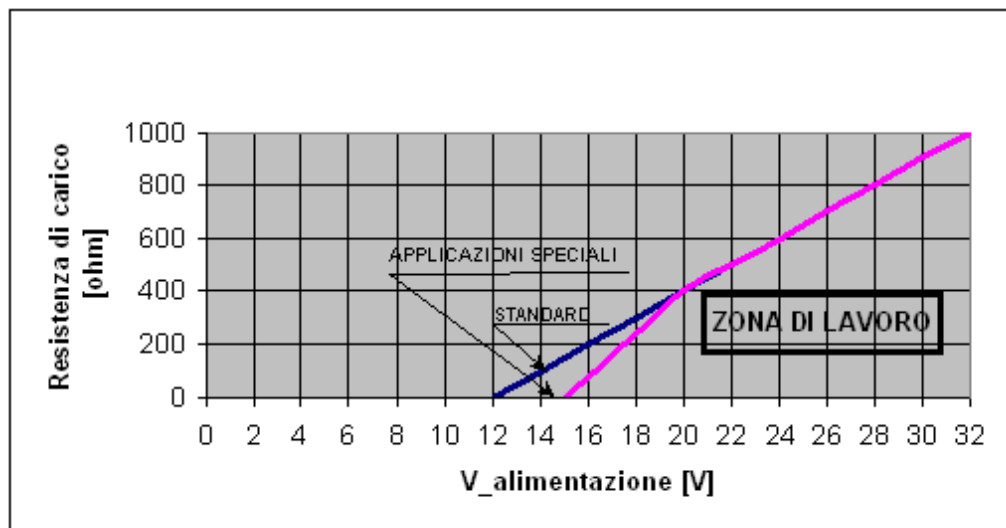

Fig.2
- alimentazione standard : $12 \div 30\text{V d.c.}$ in funzione alla resistenza di carico (vedere Fig. 2)
- alimentazione applicazioni speciali : $15 \div 30\text{V d.c.}$ in funzione alla resistenza di carico (vedere Fig. 2)
- uscita $4 \div 20\text{ mA}$ su R_{max} in funzione alla tensione di alimentazione (vedere Fig. 2)
- Se il led lampeggia: o l'alimentazione è troppo bassa o la resistenza di carico è troppo alta (vedi Fig. 2).